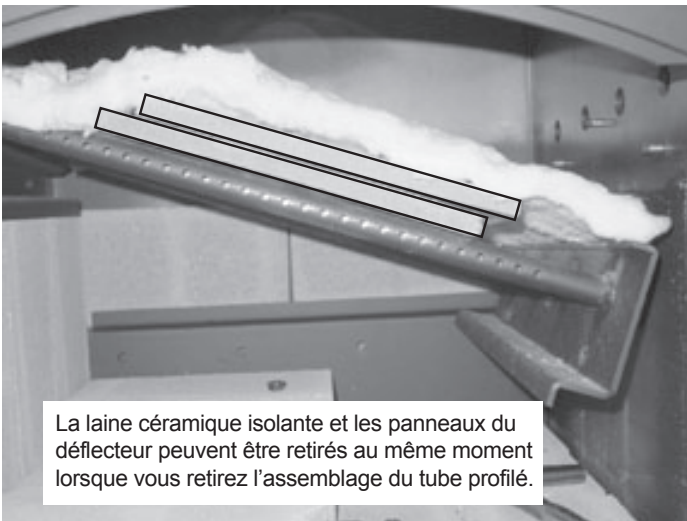

Figure 24.1
3. Une fois que le couvercle de protection du déflecteur a été enlevé, tirez en avant les panneaux du déflecteur et la laine céramique d'environ 25 mm (1 po), puis chevauchez les déflecteurs entre 25 et 51 mm (1-2 po). **Figure 24.1.**
4. Glissez l'assemblage du tube profilé vers la gauche, jusqu'à ce qu'il soit à l'extérieur des fils. Laissez tomber le côté droit, puis glissez l'assemblage vers la droite. **Figure 24.1 à la page 24.**